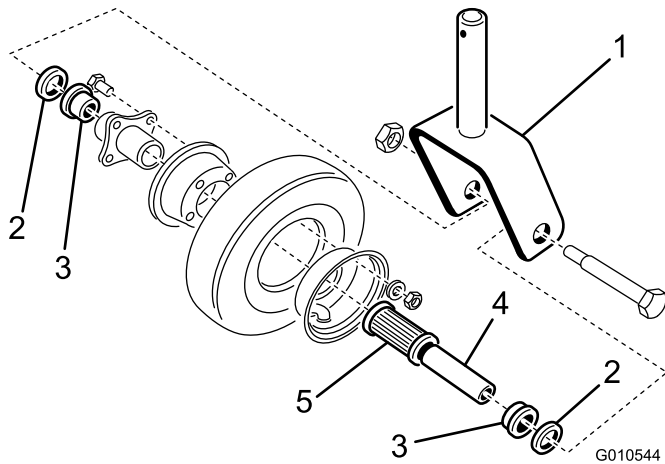

Figura 19
1. Togliete il dado di bloccaggio dal bullone che fissa la rotella orientabile alla forcella (Figura 19). Afferrate la ruota orientabile ed estraete il bullone dalla forcella.
2. Inclinate lateralmente la ruota per lasciare cadere la boccia chiave (Figura 19).
3. Togliete un fermo per cuscinetto dal mozzo della ruota e lasciate cadere il cuscinetto. Togliete il fermo del cuscinetto dalla parte opposta del mozzo della ruota (Figura 19).